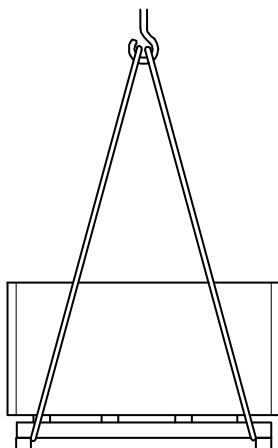

Fig. 8
1. Accrocher les cordes, sangles ou balancelles multipoints sur la palette conformément à Fig. 8.